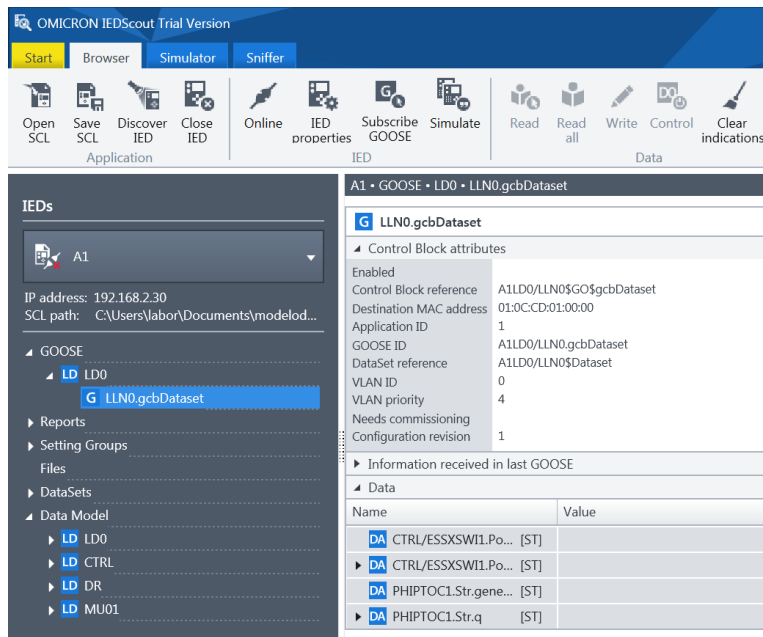

Imagen 414_Interruptor en IEDScout del REF615.
6.1.11 Para cambiar la posición de el interruptor podemos hacerlo directamente desde el IEDScout, en la parte del “GOOSE” buscamos el interruptor seleccionando “GOOSE - LD0 – LLN0.gcbDataset”, como se observa en la **Imagen 414**.